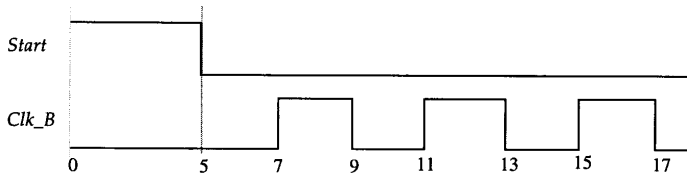

图11-4 受控时钟
*initial* 语句将 *Start* 置为 1, 这促使或非门的输出为 0(从 *x* 值中获得)。5 个时间单位后, 在 *Start* 变为 0 时, 或非门反转产生带有周期为 4 个时间单位的时钟波形。产生的波形如图 11-4 所示。